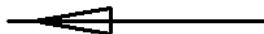

图 11.4.4 隐藏尺寸标注
(2) 单击选项卡区域中的，然后单击“隐藏尺寸”按钮将尺寸隐藏，结果如图 11.4.4 所示。